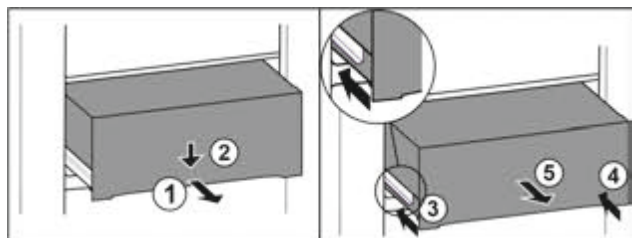

Fig. 106
- ▶ Витягніть ящик на половину. Fig. 106 (1)
- ▶ Спрямуйте висувний ящик вниз спереду. Fig. 106 (2)
- ▶ Вставте ліву рейку приблизно на 2 см. Fig. 106 (3)
- ▶ Вставте праву рейку приблизно на 2 см. Fig. 106 (4)
- ▶ Вийняти висувний ящик рухом вперед. Fig. 106 (5)